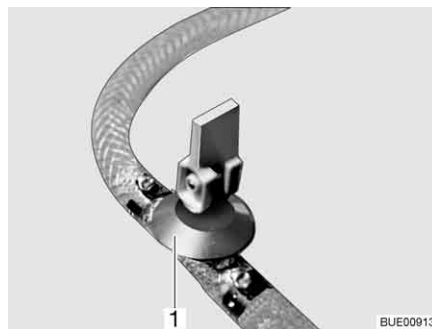

Bild 197 Avtappningskran
- Stäng avtappningskranen/avtappningskranarna. Ställ vipparmen (Bild 197, 1) i vågrätt läge.
- Öppna avtappningskranen/avtappningskranarna (Bild 197). Ställ vipparmen (Bild 197, 1) i lodrätt läge. Varmvattenberedaren töms utåt.